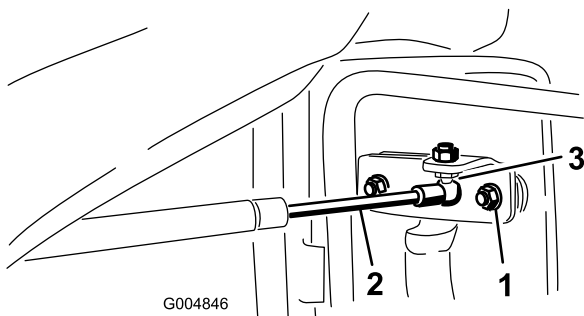

Figure 64
1. Déposez le clip qui fixe la douille de ferme-porte à la rotule du support de porte (Figure 64).